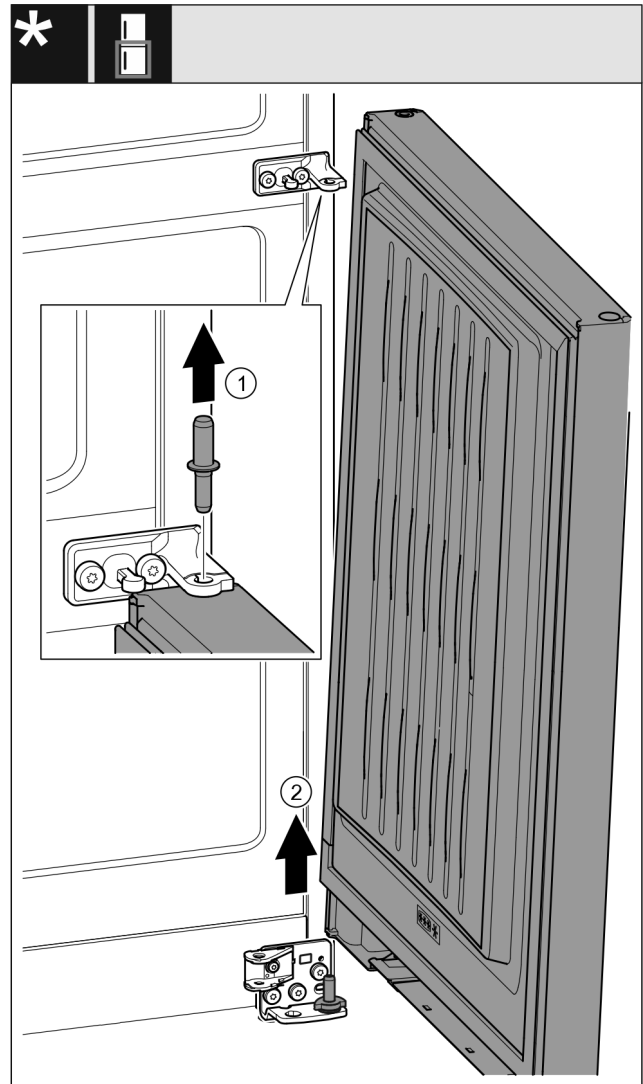

Fig. 32 Mit Schließdämpfer*
- ▶ Bolzen Fig. 32 (1) nach oben herausziehen.*
- ▶ Tür Fig. 32 (2) herausschwenken, nach oben ziehen und beiseitestellen.*